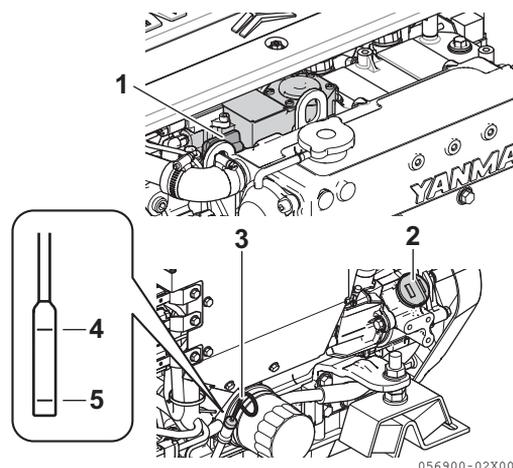

Figura 6
2. Remova a vareta do óleo (**Figura 6, (3)**) e limpe com um pano limpo.
4. Retire a vareta. O nível de óleo deve ficar entre as linhas superior (**Figura 6, (4)**) e inferior (**Figura 6, (5)**) da vareta do óleo.
1. Remova o tampão amarelo da porta de enchimento de óleo da porta de enchimento (**Figura 6, (1) (2)**) e encha com óleo do motor.
2. Abasteça de óleo até ao limite superior (**Figura 6, (4)**) na vareta (**Figura 6, (3)**).